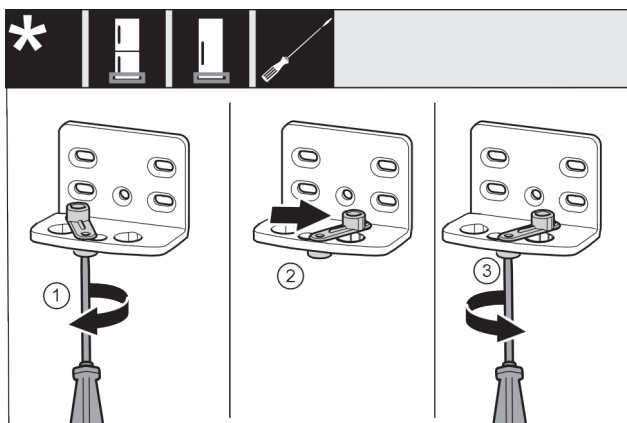

Fig. 14
- С отверткой завийте хлабаво винта Fig. 14 (1).
- Повдигнете помощното приспособление за затваряне Fig. 14 (2) на вратата и го завийте в отвора с 90° надясно.
- С отверткой затегнете винта Fig. 14 (3).